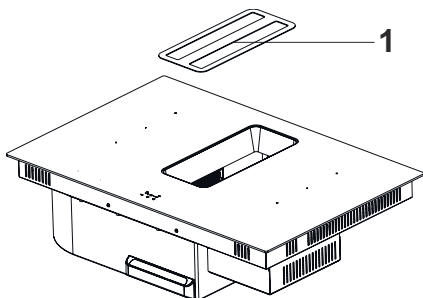

Fig. 8
1. ➤ För att byta ut kolfiltret måste du först ta bort den vändbara dekorationsplattan (fig. 8).